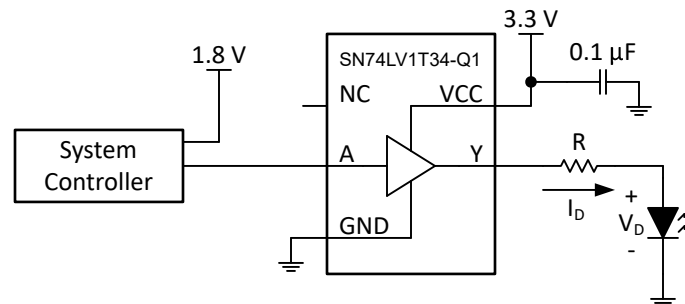

図 8-1. 代表的なアプリケーションのブロック図
図 8-1 に、SN74LV1T34-Q1 を使用して 1.8V 信号を 3.3V に昇圧変換し、このアプリケーションの LED を駆動する方法を示します。SN74LV1T34-Q1 は出力電流を制限しないため、追加の出力抵抗を使用して適切な電流制限を行います。抵抗の値 (R) は、LED の順方向電圧 (V_D) と LED を流れる目的の順方向電流 (I_D) から次の式を使用して求める必要があります。 $R = (V_{CC} - V_D) / I_D$ 。